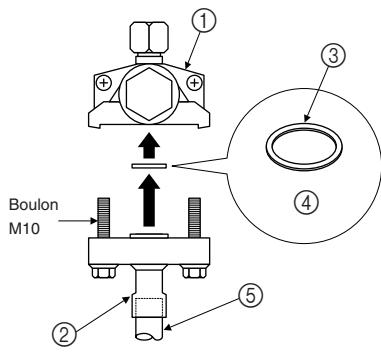

Fig. 5-2
- (3) Respecter la procédure suivante pour raccorder les tuyaux côté gaz. (Fig. 5-2)